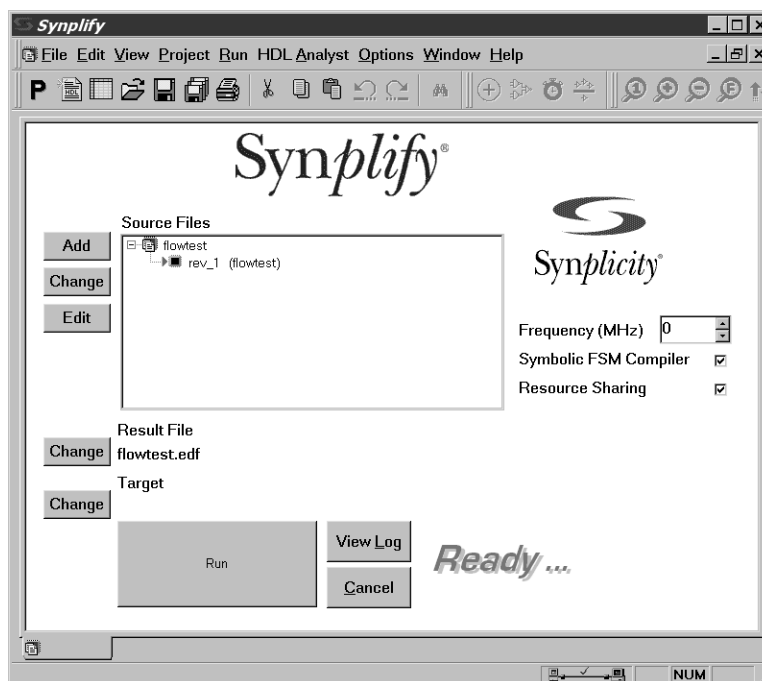

图 5-2: 主项目窗口
4. 单击 Add 将源文件添加到新项目（图 5-2）。第一个文件（由例化 Xilinx 基元的任意设计使用）位于：